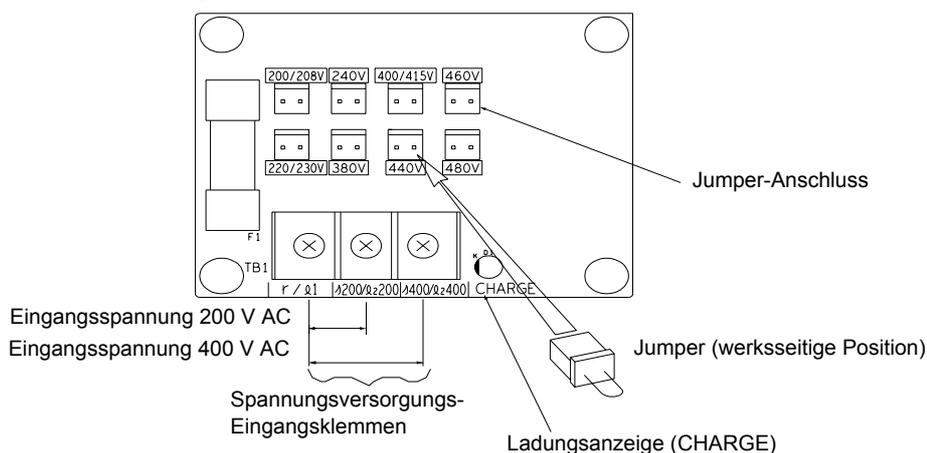

Abb. 4.2 Anschlüsse und Jumper bei Frequenzumrichtern hoher Leistung
4. Setzen Sie den Jumper auf die Position, die der tatsächlichen Eingangsspannung des Frequenzumrichters entspricht (siehe Abb. 4.2).